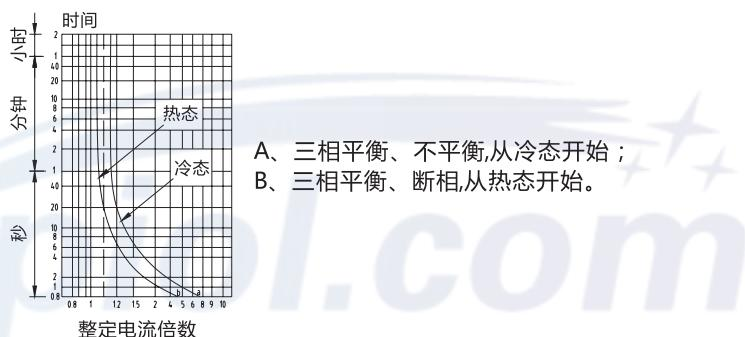

图1 动作范围典型曲线
4.5 热继电器的脱扣级别为10级，其动作范围典型曲线见图1